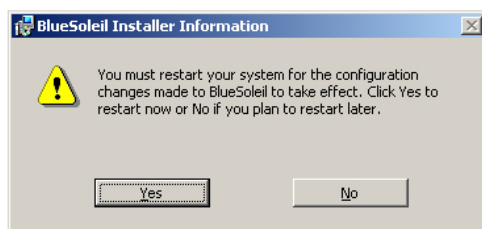

Abbildung 7-37: Computer neustarten
Schritt 11: Klicken Sie nach Abschluss der Installation auf **Finish** und dann auf **Yes**, um den Computer neuzustarten (**Abbildung 7-37**).